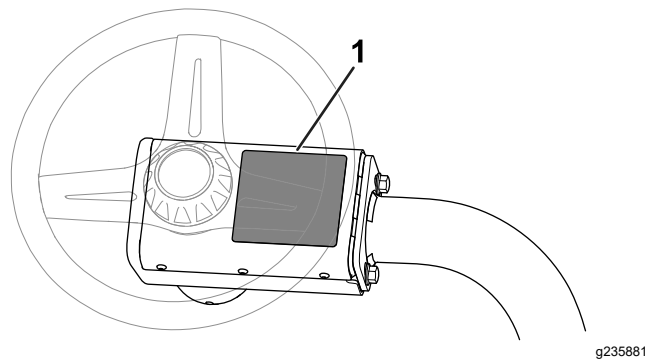

Figura 9
- Coloque la pegatina de advertencia CE (Pieza N.º 136-8505) sobre la pegatina de advertencia existente (Pieza N.º 136-8506). La Figura 9 muestra la ubicación de la pegatina de advertencia.